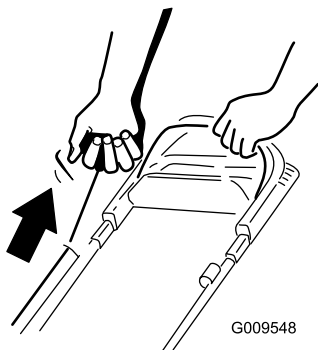

Figura 15
2. Puxe o manípulo do arranque manual com cordão (Figura 15) ligeiramente até sentir resistência e, em seguida, puxe rapidamente e deixe que regresse ao guia no manípulo lentamente.